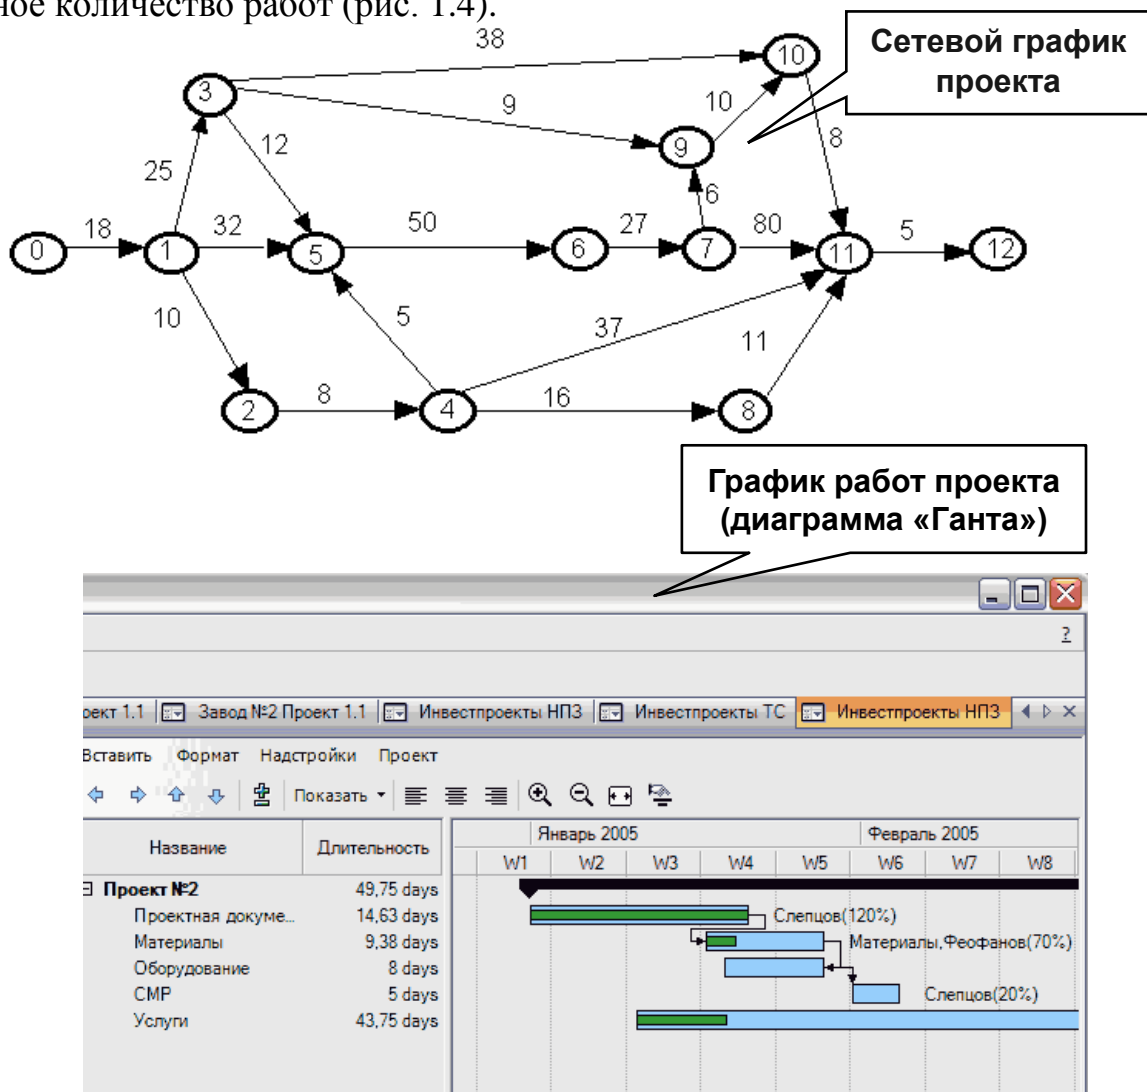

Рис. 1.4. Примеры графического представления этапов и работ проекта
4) **Координированное выполнение взаимосвязанных между собой действий.** Проекты требуют выполнения многочисленных работ, жестко или гибко связанных между собой: некоторые промежуточные работы не могут реализовываться, пока не выполнены предыдущие, другие работы могут выполняться параллельно и тому подобное. Если нарушается синхронизация заданий, весь проект может оказаться под угрозой срыва. Для управления проектом во время его разработки используют сетевые графики, дающие возможность построить графическую модель проекта, которая может включать огромное количество работ (рис. 1.4).